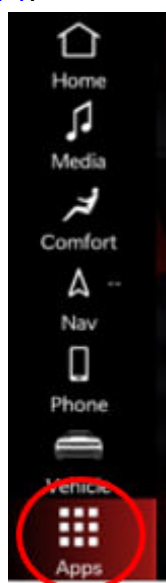

Fig. 1
4. Open Apps/Categories Fig. 1.